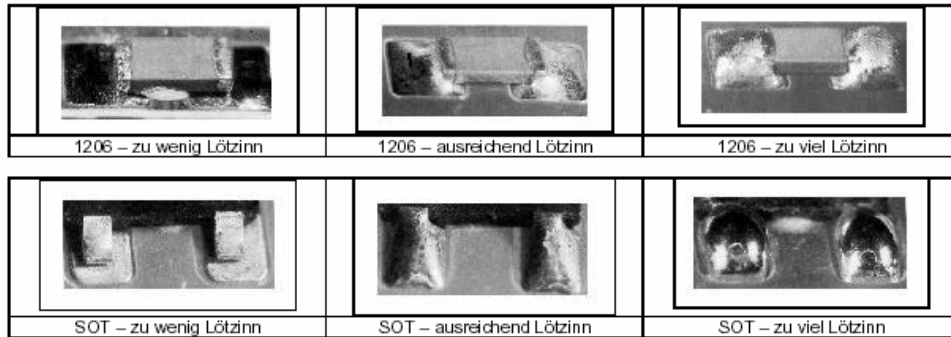

Abbildung 2 – 1206 und SOT mit zu wenig, ausreichend und zu viel Lötzinn
- Siehe dazu Bilder Abbildung 2.